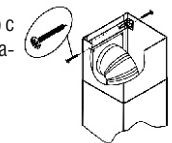
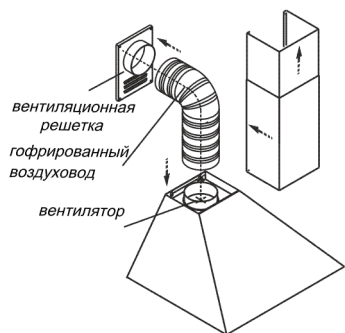

рис. 9
рис. 7
6.3 В зависимости от режима эксплуатации кухонной вытяжки соедините вентилятор с вентиляционной решеткой полужестким гофрированным воздуховодом (рис. 7) или установите на вентилятор **угольные фильтры\***.
6.4 Установите фальштрубы (рис. 7, 8). Выдвиньте верхнюю фальштрубу, оденьте ее на кронштейн (рис. 9) и закрепите самонарезающими винтами.